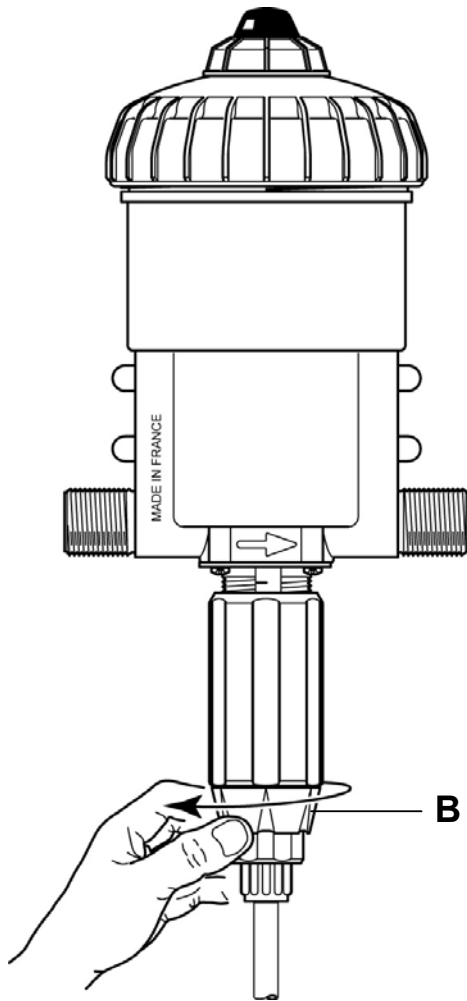

Abb. 9
- Die kegelförmige Blockiermutter losschrauben (**Abb. 9-B**).
- Die flache Mutter festschrauben (**Abb. 9-B**).